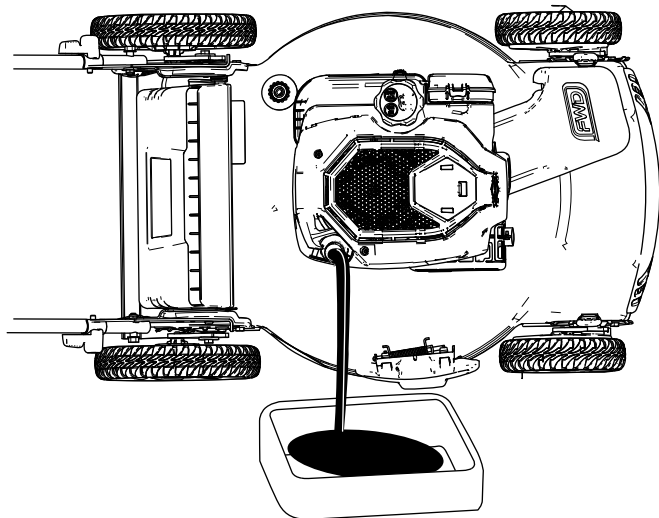

Figura 20
4. Incline o cortador para o lado (de forma a que o filtro de ar fique voltado para cima) para drenar o óleo utilizado para fora do tubo de enchimento do óleo (Figura 20).